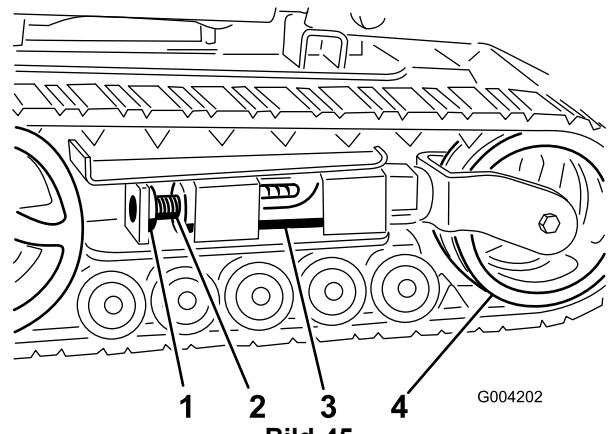
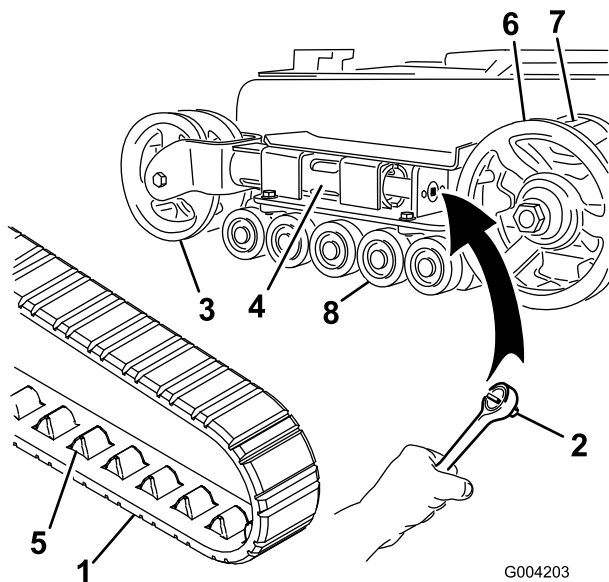
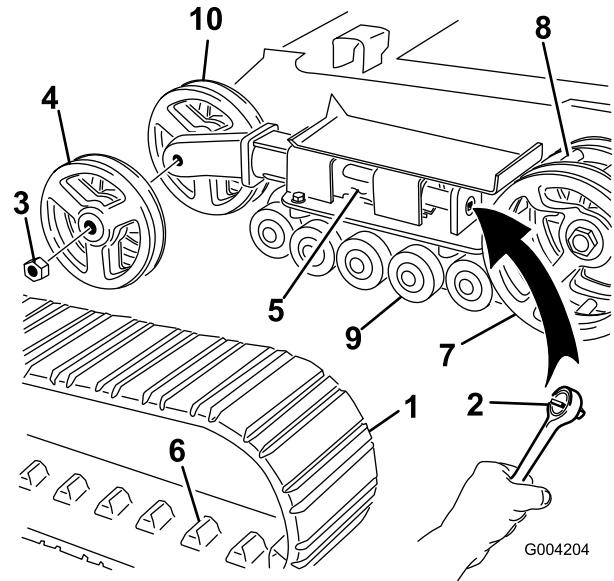

Bild 45
Bild 46
Bild 47
- Richten Sie die am nächsten liegende Kerbe in der Spannschraube mit dem Loch der Befestigungsschraube aus und befestigen Sie die Schraube mit der Befestigungsschraube und Mutter (Bild 45).
- Entfernen Sie die Befestigungsschraube und Mutter (Bild 45).
- Lösen Sie die Antriebsspannung mit einem Sechskantschlüssel (1/2"), indem Sie die Spannschraube nach rechts drehen (Bild 45 und Bild 46).
5. Drücken Sie das Spannrads zur Rückseite der Maschine, um den Druckschlauch gegen den Rahmen zu bewegen (Bild 46). (Wenn es den Rahmen nicht berührt, drehen Sie die Spannschraube so lange, bis es funktioniert.)
7. Wenn Sie die Kette vom Spannrads entfernt haben, entfernen Sie sie auch vom Antriebsrad und den Straßenrädern (Bild 46).
8. Legen Sie die neue Kette, beginnend beim Antriebsrad, um das Rad und stellen Sie sicher, dass die Stollen an der Kette zwischen die Zahnräder am Rad passen (Bild 46).
9. Drücken Sie die Kette unter und zwischen die Straßenräder (Bild 46).
3. Entfernen Sie die Befestigungsschraube und Mutter (Bild 45).
4. Lösen Sie die Antriebsspannung mit einem Sechskantschlüssel (1/2"), indem Sie die Spannschraube nach rechts drehen (Bild 45 und Bild 47).
5. Drücken Sie das Spannrads zur Rückseite der Maschine, um den Druckschlauch gegen den Rahmen zu bewegen (Bild 47). (Wenn es den Rahmen nicht berührt, drehen Sie die Spannschraube so lange, bis es funktioniert.)
6. Nehmen Sie die Mutter ab, mit der das äußere Spannrads befestigt ist. Nehmen Sie das Rad ab (Bild 47).
7. Nehmen Sie die Kette ab (Bild 47).
8. Nehmen Sie die Mutter ab, mit der das innere Spannrads befestigt ist. Nehmen Sie das Rad ab (Bild 47).
12. Setzen Sie das innere Spannrad ein und befestigen Sie es mit der vorher abgenommenen Mutter (Bild 47).
14. Montieren Sie die neue Kette. Achten Sie darauf, dass die Stollen in der Kette zwischen die Zahnräder in der Mitte des Antriebsrads passen (Bild 47).
15. Setzen Sie das äußere Spannrad ein und befestigen Sie es mit der vorher abgenommenen Mutter (Bild 47).
6. Setzen Sie die eingefettete Straßenradkappe auf den Schraubenkopf (Bild 46).
7. Befestigen Sie die Straßenradkappe mit dem Sprengring (Bild 46).